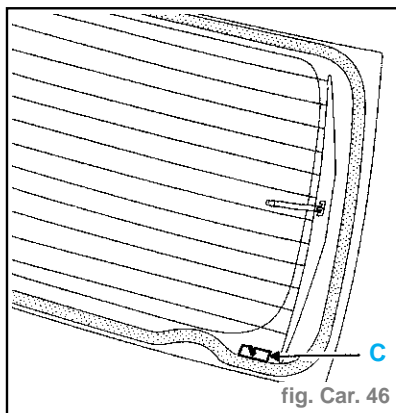

fig. Car. 46
**Attention :** Lors de la découpe du cordon, le câble va sectionner les cales de positionnement du vitrage ainsi que le pion d'indexage (C). De ce fait, il est normal de rencontrer des points durs dans ces zones pendant l'opération. (fig. Car. 46)